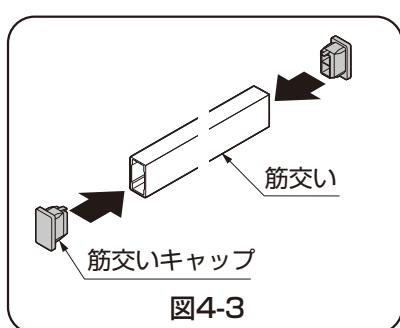

図4-3
②筋交いの両端に筋交いキャップを押し込んで取付けてください。(図4-3参照)